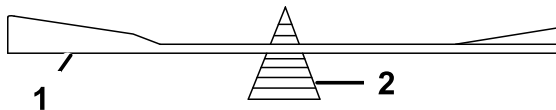

Bild 72
2. Überprüfen Sie die Auswuchtung des Schnittmessers auf einer Ausgleichsmaschine (Bild 72).